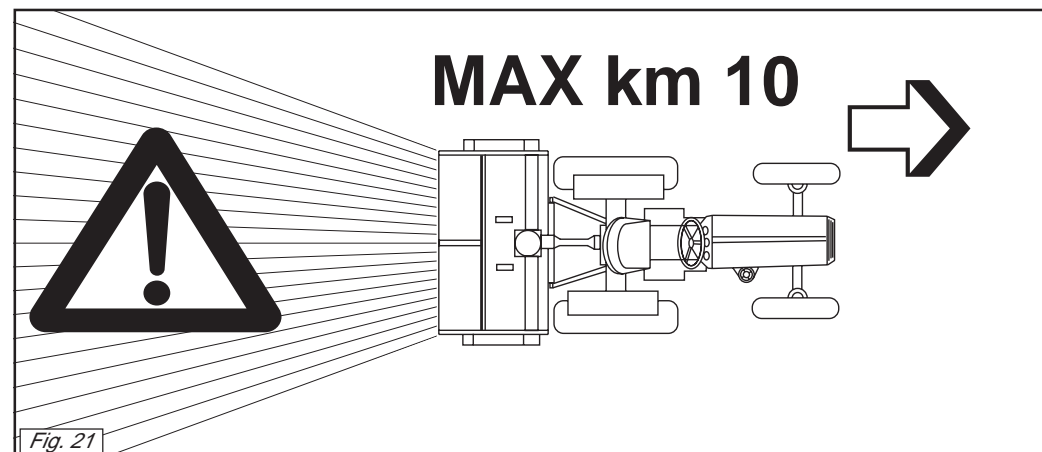

Fig. 21
La velocità del trattore con la macchina in lavoro non deve superare i 10 Km/ora al fine di evitare rotture o danneggiamenti (Fig. 21).
*The speed of the tractor with the machine working must not exceed 10 Km/hr in order to avoid breakage or damages (Fig. 21).*
Die Geschwindigkeit des Traktors mit montierter Maschine darf 10km/h unter keinen Umständen überschreiten, um eventuelle Schäden zu vermeiden (Abb. 21).
*La vitesse du tracteur avec la machine en fonctionnement ne doit pas dépasser 10 km/heure afin d'éviter des ruptures ou des dommages à la machine (Fig. 21).*
La velocidad del tractor con la máquina trabajando no debe superar los 10 km/h para evitar roturas o daños (Fig. 21).